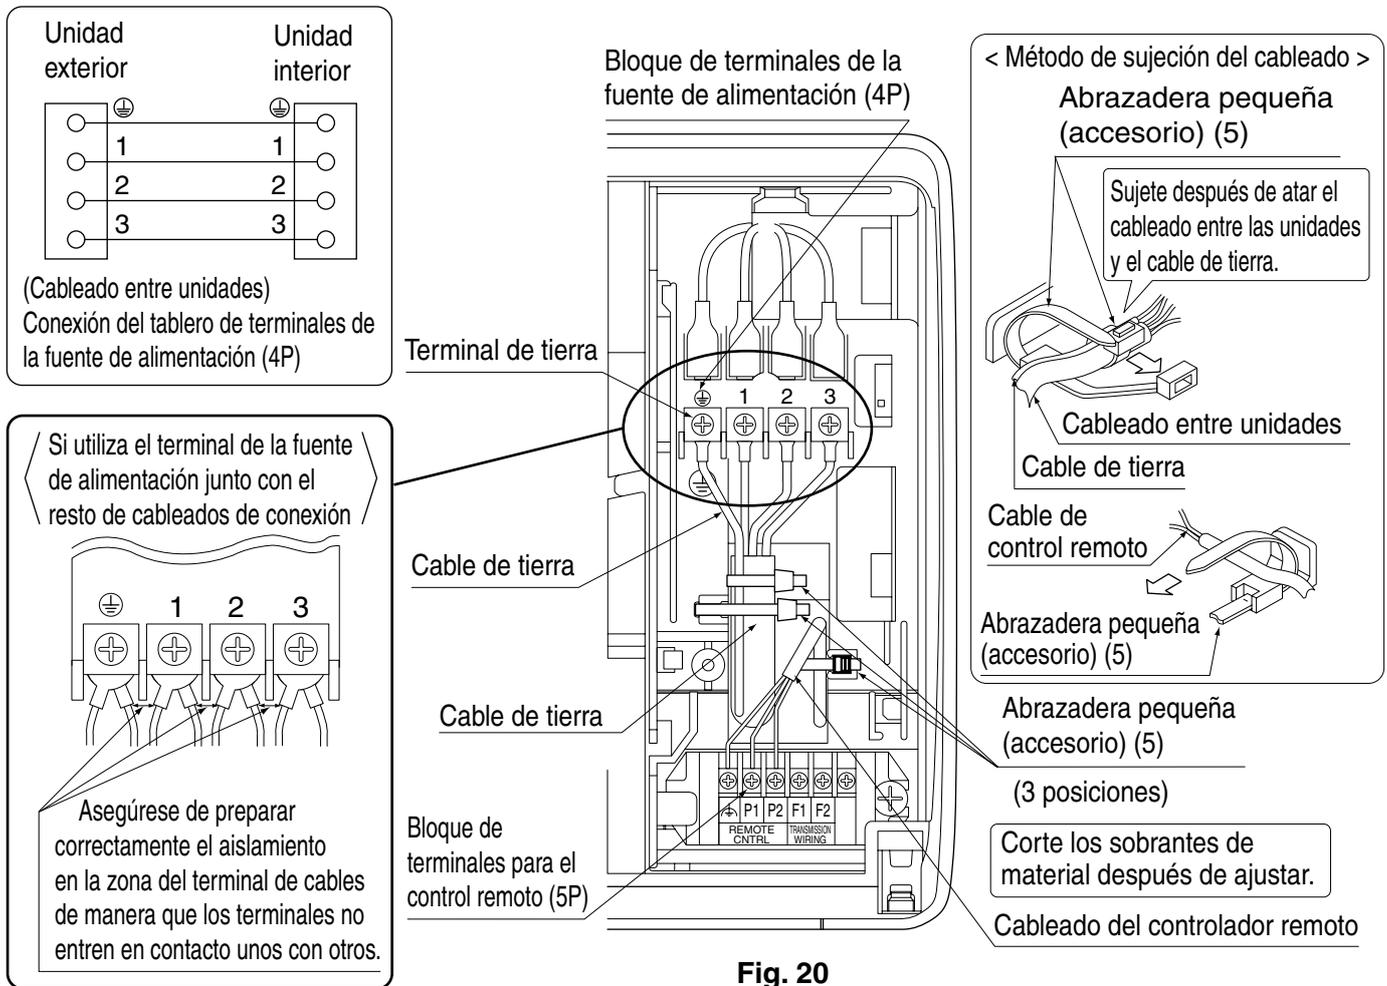

Fig. 20
(Refiérase a la Fig. 20)
Al hacerlo, anude el cableado del control remoto con la abrazadera incluida (pequeña) (5) y luego fije bien con la abrazadera incluida (pequeña) (5) según la figura. **(Refiérase a la Fig. 20)**